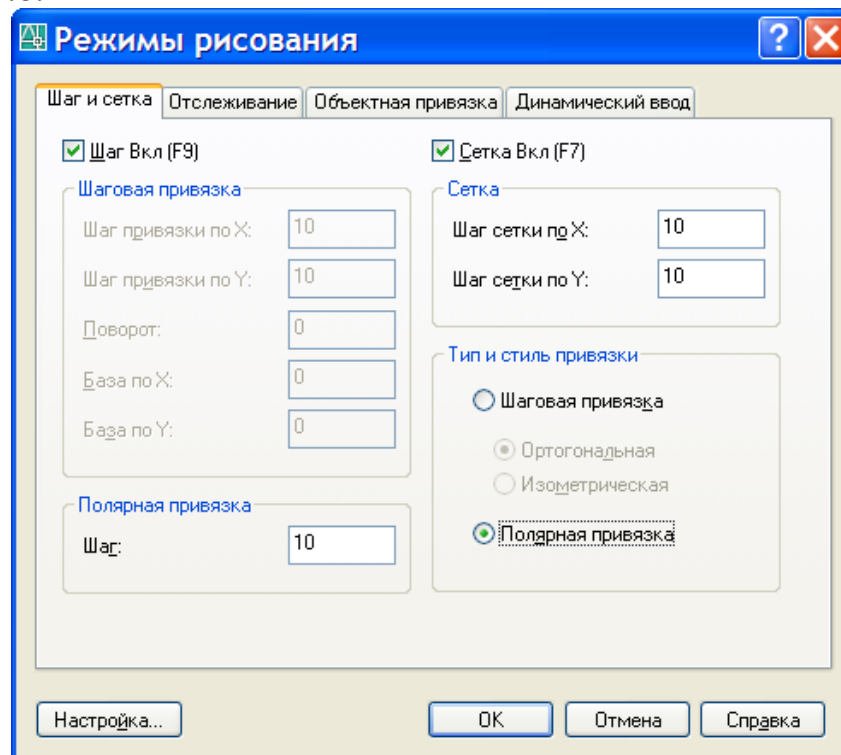

Рис. 1.8. Диалоговое окно **Режимы рисования**, вкладка **Шаг и сетка**
- Включите режим **ШАГ** и **ОТС-ПОЛЯР**. В диалоговом окне **Режимы рисования** на вкладке **Шаг и сетка** сделайте установки как на рис. 1.8.